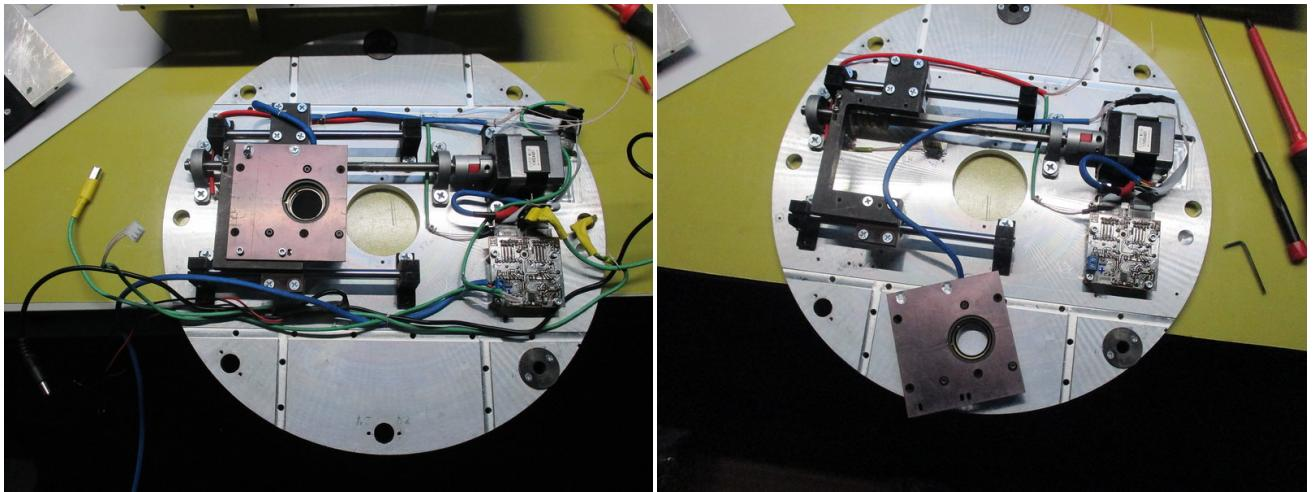

Рис. 26: Снятие ротатора четвертьволновой пластины.
13. Отсоединить с фланца прибора всю проводку. Открутить винты, крепящие пластину ротора фазовой пластины к С-образному кронштейну и снять пластину с ротором (см. рис. 26).